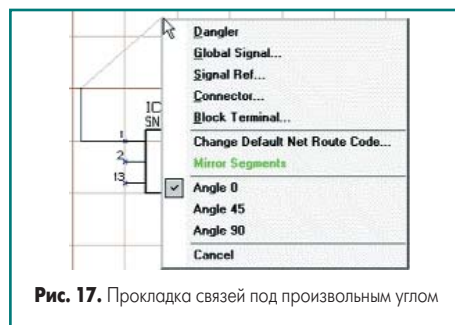

Рис. 17. Прокладка связей под произвольным углом
23. Начнем связь с вывода 1 элемента IC2-A, нарисуем последовательно горизонтальный и вертикальный сегменты, как показано на рис. 17, и щелкнем правой кнопкой мыши.
Примечание: для последовательного переключения трех показанных на рис. 17 режимов рисования на клавиатуре может быть набрана команда «A». Для перехода в конкретный режим используются команды «A 90», «A 45» и «A 0» соответственно (с пробелами).